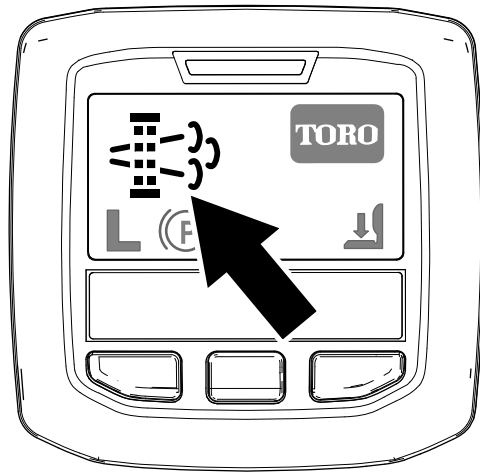

Figure 39
- L'icône préconisant une régénération en stationnement s'affiche sur l'InfoCenter (Figure 39).